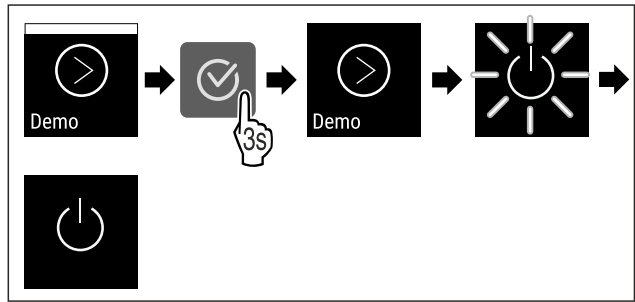

Fig. 101
- ▶ Провести етапи операцій (див. Fig. 101).